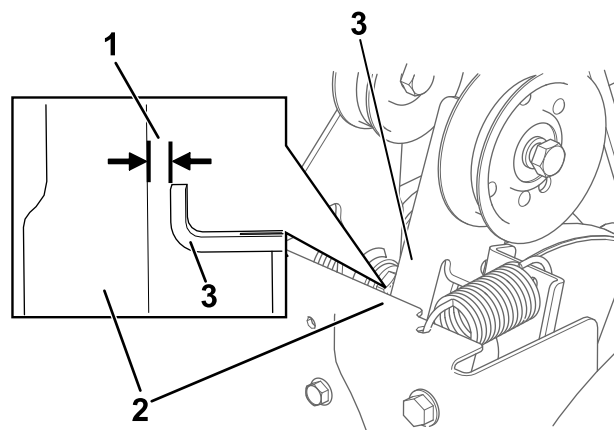

Bild 31
3. Kuppeln Sie den Räumwerk- bzw. Antriebsradhebel aus und stellen Sie sicher, dass der Abstand zwischen dem Schneckenkupplungsarm und dem Rahmen der Maschine 1,5 mm beträgt, wie in Bild 31 dargestellt.